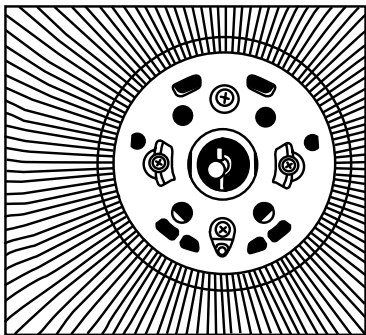

Fig. 1
- Desenrosque del cuerpo del ventilador la capucha (2) y el aro (4) y retire también el protector del eje (21) que existe entre ambos. Coloque la rejilla posterior (5) sobre el cuerpo (8) de forma que los salientes existentes en el cuerpo del ventilador coincidan con los orificios que hay en la rejilla posterior (5) **Fig 1**.